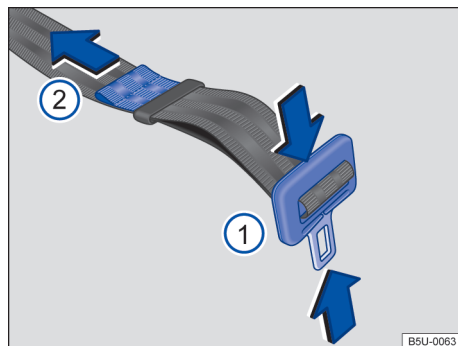

Fig. 30 Ajustar o cadarço do cinto de segurança subabdominal.
- Pressionar a lingueta na direção das setas → Fig. 30 ① e alongar totalmente o cinto de segurança.
- Apertar a lingueta contra o fecho do cinto de segurança e puxar a extremidade → Fig. 30 ② no sentido da seta, até atingir uma folga máxima de 5 cm (3 dedos) na região pélvica.